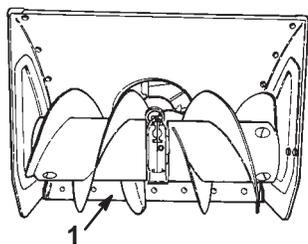

Bild 17
2. Bewegen Sie die Schneefräse auf eine ebene Fläche und stellen Sie sicher, dass die Schürfleiste (Bild 17) parallel zum Boden steht. Wenn das nicht der Fall ist, stellen Sie die Schürfleiste ein; siehe Einstellung der Kufen und der Schürfleiste auf Seite 22.